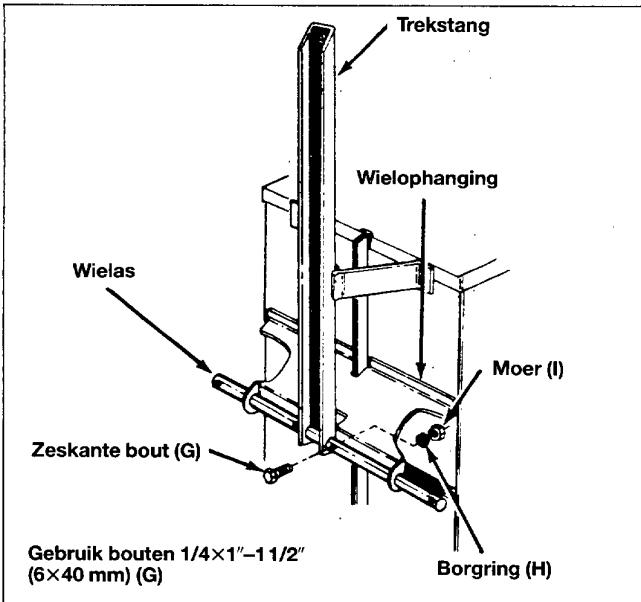

Fig. 11
16. Montere de wielas en de trekstang in de wielophanging. Zorg er voor dat trekstang met de geopende zijde naar beneden ge monteerd wordt. Zet de as vast in de wielophanging met bout 6×40 mm (G), borgringen (H) en moeren (I). Zie fig. 11.